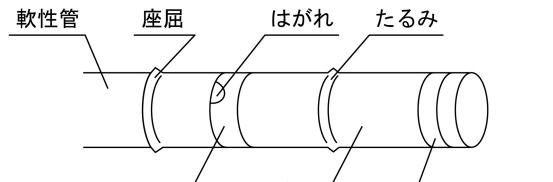

図1
- 2.挿入部を軽く手で握り、手元側から先端に向かい全長を手で滑らせ、その患者に対する経鼻的挿入、引き抜き時の妨げとなる引っ掛けがないことを確認すること。特に、軟性管の座屈、湾曲ゴム接着固定部のはがれ、湾曲ゴムのたるみなどによる引っ掛け、出っ張りには注意すること。（図1参照）